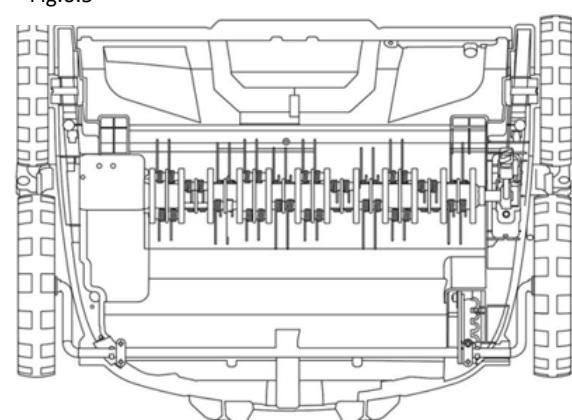

Fig.7
Fixe o suporte do cabo (11) à barra superior do punho no lado do interruptor (Fig. 7).
Sugestões para a ligação eléctrica (Fig. 7)
Introduzir a ficha de rede do cabo de ligação do aparelho no interruptor/ficha combinado (ver Fig. 7).